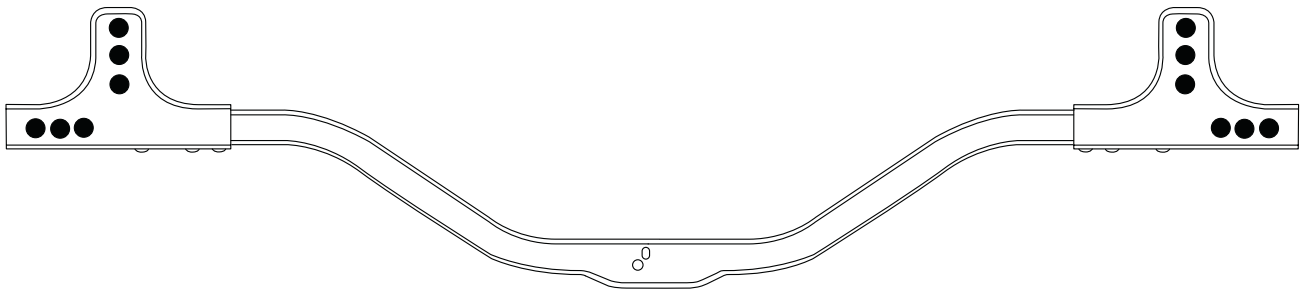

FIGURE 2
- Voir figure 2 pour la vue arrière du support de radiateur, six (6) bouchons de soudure MIG de chaque côté.